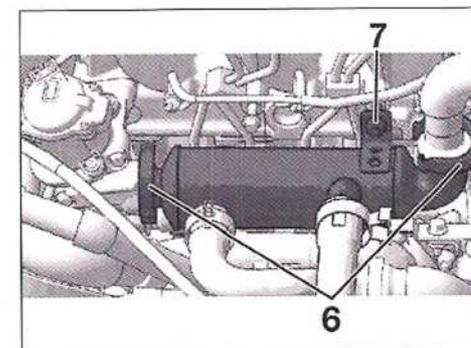

FIG. 38
- La fijación (7) (Fig.38).
- Las abrazaderas (6).